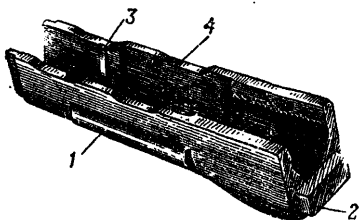

Рис. 36. Цевье:
**21. Цевье** (рис. 36) служит для удобства действия и для предохранения рук автоматчика от ожогов. Оно прикрепляется к стволу снизу с по-